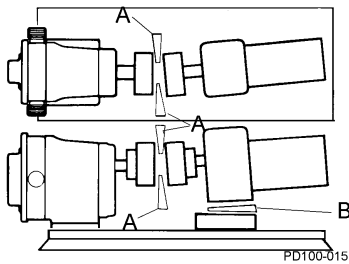

Abb. 19 - Überprüfung der Winkelausrichtung
1. Prüfen Sie die Ausrichtung an vier Punkten mit 90 Grad Abstand um den Umfang mit Fühler- oder Kegellehren (Abb. 19, Einzelheiten A und B). **Stellen Sie an allen Stellen auf den gleichen Wert ein.**